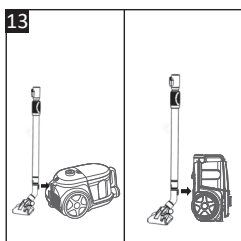

Fig. 13
- Presione el botón de liberación del tubo telescópico (20) para retraer el tubo antes de estacionar.
- **Posición de estacionamiento horizontal** - Deslice la lengüeta del cuello del cepillo para suelos (18) en la ranura de estacionamiento de la parte posterior de la aspiradora, tal como se ilustra (Fig. 13).
- **Posición de estacionamiento vertical** - Coloque la aspiradora en posición vertical y deslice la lengüeta en el cuello del cepillo para pisos (18) en la ranura de estacionamiento en la parte inferior de la aspiradora como se ilustra (Fig. 13).